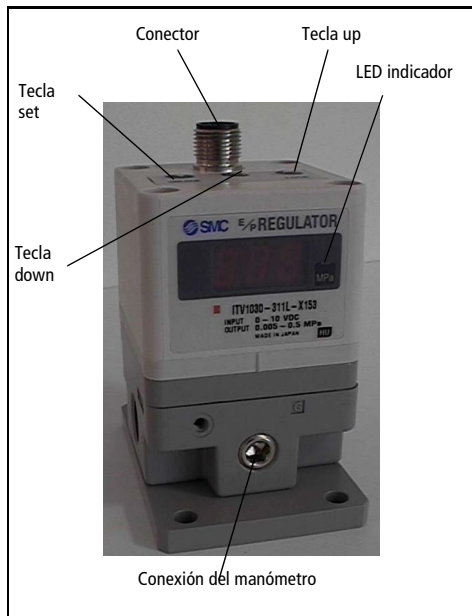

Fig 1
- Para ajustar la presión mínima (en el indicador LED aparece F-1) utilice las teclas up/down (Fig 1) luego presione la tecla 'Set' (Fig 1) para 'fijar' el ajuste.
- Para ajustar la presión máxima (en el indicador LED aparece F-2) utilice las teclas up/down (Fig 1) luego presione la tecla 'Set' (Fig 1) para 'fijar' el ajuste.
- Para ajustar la salida digital 1 (en el indicador aparece P-1) utilice las teclas up/down (Fig 1) luego presione la tecla 'Set' (Fig 1) para 'fijar' el ajuste.
- Para ajustar la salida digital 2 (en el indicador aparece P-2) utilice las teclas up/down (Fig 1) luego presione la tecla 'Set' (Fig 1) para 'fijar' el ajuste.
Tras conectar la alimentación, las teclas se bloquean y no son utilizables. Si se presiona cualquier tecla, en el display (Fig.1) parpadea la indicación 'Loc'.
- Presione la tecla 'Down' (Fig 1) durante más de 2 segundos.
- Presione la tecla 'set' (Fig 1) para bloquear.
**Nota: Para anular, presione la tecla 'Up' (Fig 1).**
- Presione la tecla 'Up' (Fig 1) durante más de 2 segundos.
- Presione la tecla 'Set' (Fig 1) para bloquear.
**Nota: Para anular, presione la tecla 'Down' (Fig 1).**
Si el equipo ITV1000 detecta alguna anomalía el indicador LED (Fig 1) muestra 'Er' seguido de un código. Desconecte la alimentación, averigüe el problema y resuélvalo. Tras corregir el fallo, reinstaure la alimentación eléctrica.
Presione las teclas 'Up' y 'Down' (Fig 1) conjuntamente durante más de 3 segundos. El indicador muestra 'RES'. Para que las presiones mínima y máxima y las salidas digitales P1 y P2 vuelvan a su condición inicial, libere las teclas.
Nota: Si la fuente supera los 30mA el sensor se visualizará en el indicador LED (Fig 1) mostrando 'Er 5'.